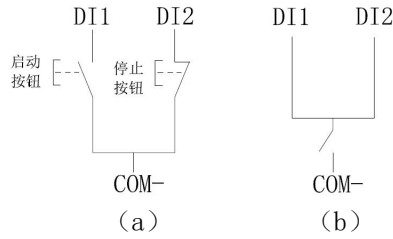

图 4 按钮方式控制启停
① 使用点动按钮，DI1 接常开按钮，为启动按钮。DI2 接常闭按钮，为停止按钮，如上图 4(a)所示；
② 使用转换开关，合上时开机，断开时停机，如上图 4(b)所示。
(2) 运行状态指示灯